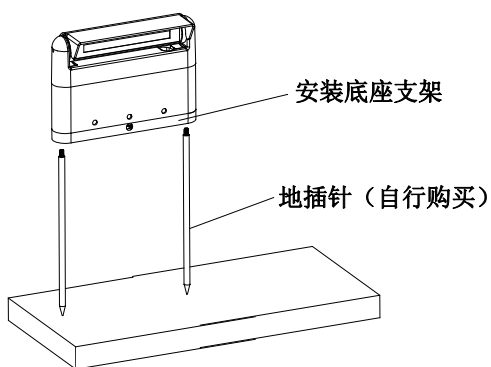

图 1
1. 软景安装：确定安装点，将地插针旋紧于灯具安装底座支架上，随后将整套装置两端按适当力度推入土中<图1>。